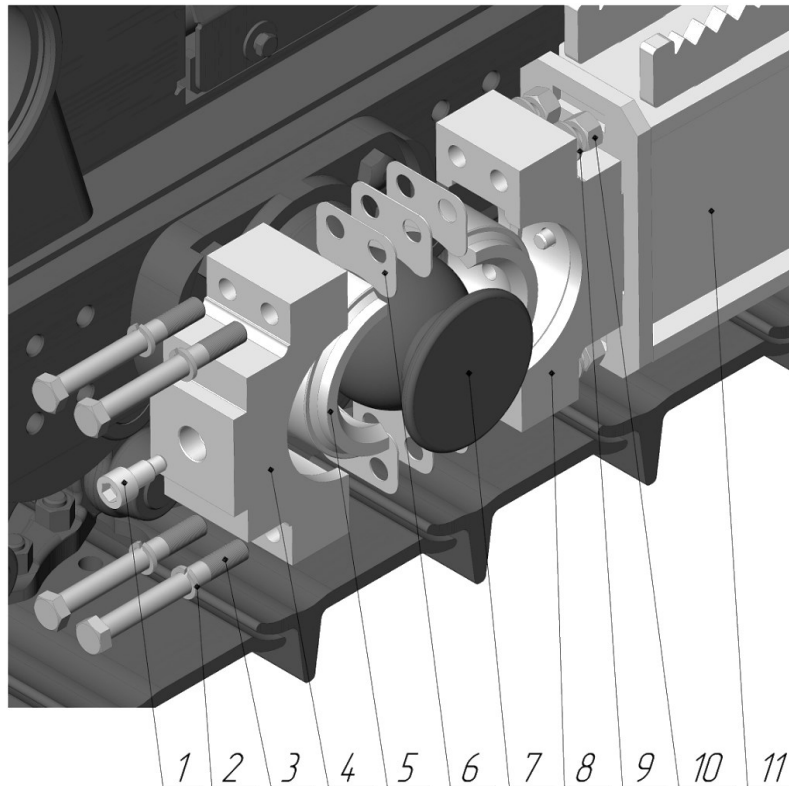
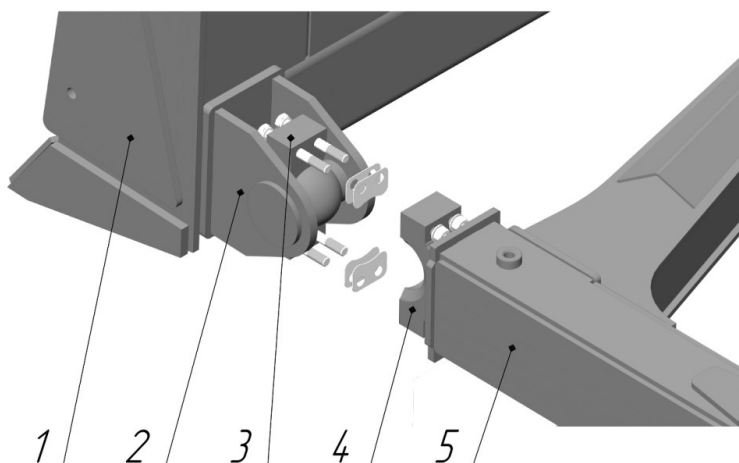

Рисунок 3.99. Монтаж полубрусьев
Рисунок 3.103. Установка отвала в шарниры упряжные
- ▶ Установить вкладыш полиамидный 5, рис. 3.99 в проушину несъемную 8 и смазать консистентной смазкой;
- ▶ Установку отвала 1, рис. 3.103 в шарниры упряжные бруса толкающего 5 производить аналогично установке полубрусьев на опоры шаровые 7, см. рис. 3.99.